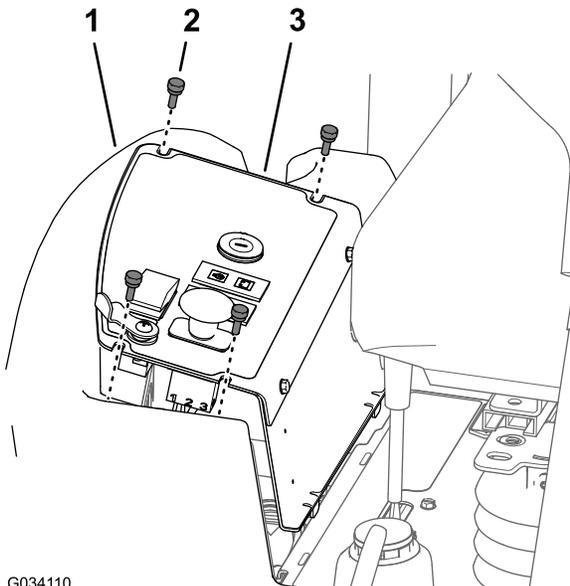

Bild 57
1. Nehmen Sie die vier Rändelschrauben ab, mit denen die Armaturenbrettplatte am Kraftstofftank befestigt ist (Bild 57).
2. Heben Sie die Armaturenbrettplatte an (Bild 57).
3. Richten Sie die Schlitten an der Oberseite des Armaturenbretts an den Löchern im Flansch des Kraftstofftanks aus (Bild 57).
4. Befestigen Sie die Armaturenbrettplatte mit den vier Rändelschrauben am Flansch des Kraftstofftanks (Bild 57), die Sie in Schritt 1 bis Entfernen der Armaturenbrettplatte (Seite 49) entfernt haben.